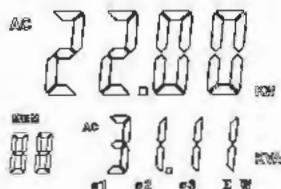

Рис. 13
4. После завершения измерения мощности 3 фазы нажать Σ и удерживать в течение 1 секунды для отображения суммы активной мощности 3 фаз и полной мощности, как показано на рис. 13.